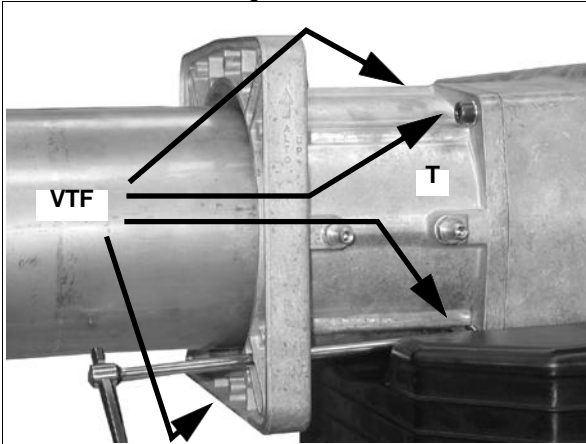

Abb. 4
- 2 Das Flanschstück T durch Entfernen der 4 Innensechskantschrauben VTF entfernen (Abb. 4).